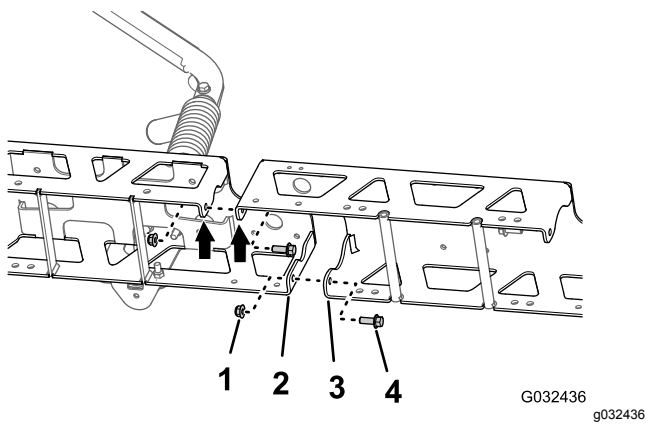

图 117
1. 将中间中央喷洒臂段桁架框架垂直法兰上的孔与外部中央喷洒臂段桁架框架上的孔对齐图 117。
- 用 2 个凸缘头螺栓 $\frac{3}{8}$ x 1 英寸和 2 个凸缘锁紧螺母 $\frac{3}{8}$ 英寸将中央喷洒臂延长组件松散地组装到桁架框架上图 117。
- 将中间中央喷洒臂段桁架框架垂直法兰上的孔与另一个外部中央喷洒臂段桁架框架上的孔对齐图 117。
- 用 2 个凸缘头螺栓 $\frac{3}{8}$ x 1 英寸和 2 个凸缘锁紧螺母 $\frac{3}{8}$ 英寸将中央喷洒臂延长组件松散地安装到另一个桁架框架上图 117。